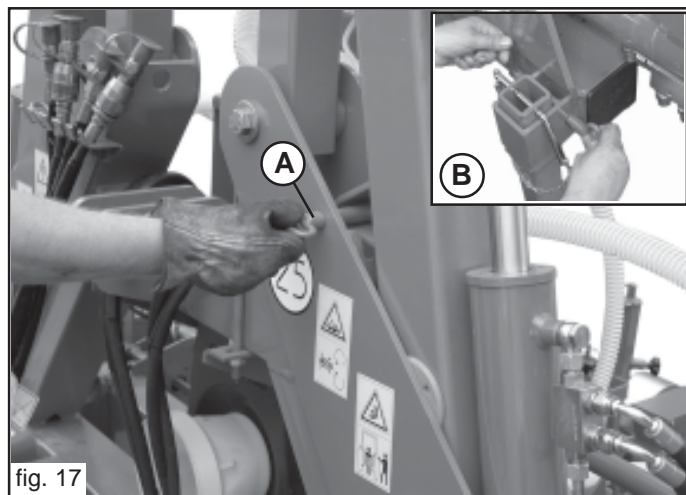

fig. 17
- 4) Desenganche los pasadores de seguridad del bastidor (A Fig. 17) y coloque los mismos en las sedes correspondientes (B Fig. 17).